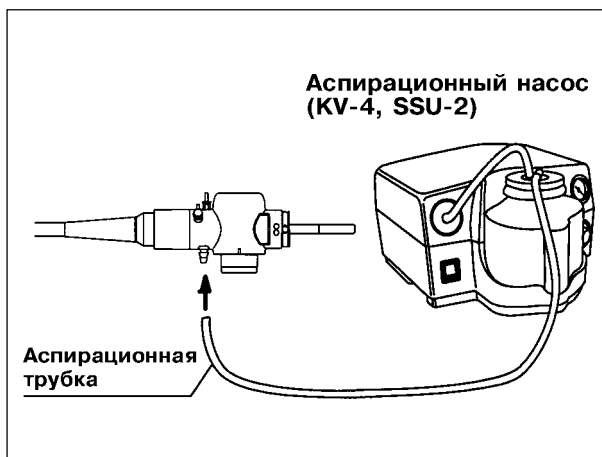

Рис.3.22.
7. Присоедините аспирационную трубку от насоса к входу для аспирации на коннекторе универсального кабеля эндоскопа (см. рис. 3.22).